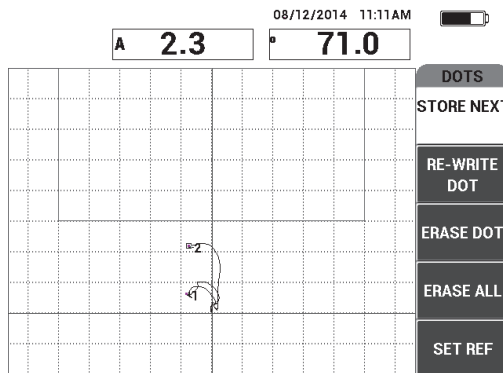

Рис. 6-41 Регистрация второй точки
- Медленно переместите преобразователь ко второму дефекту (отслоению) и нажмите **СОХР. СЛЕД.** (клавиша A) для регистрации второй точки (см. Рис. 6-41 на стр. 162).